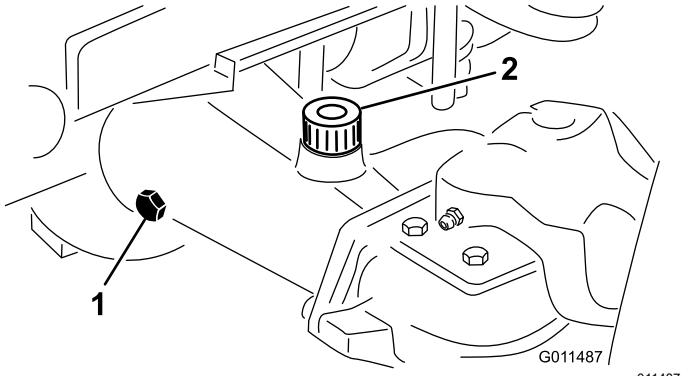

Рисунок 105
- Снимите контрольную пробку с одного конца моста и убедитесь, что масло доходит до низа отверстия (Рисунок 105).